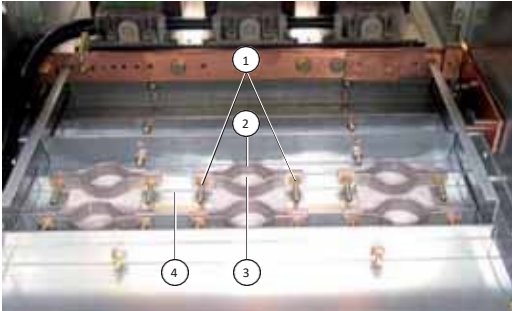

Fig. 6.3
- Démontez les colliers de câble et enlevez les passes-câbles en caoutchouc (Fig. 6.3).